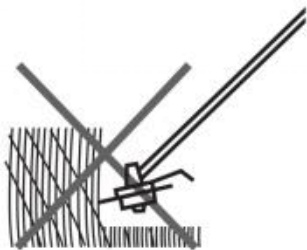

Fig. 46
7. Längeres Gras sollte etappenweise gemäht werden; langes Gras sollte nicht auf einmal gemäht werden (Abb. 46).